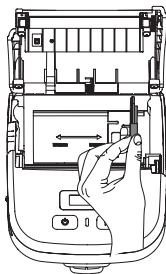

Figure 1
1. Ajuster la largeur du papier en tenant le haut du déflecteur et en le déplaçant vers la droite (comme illustré à la figure 1).